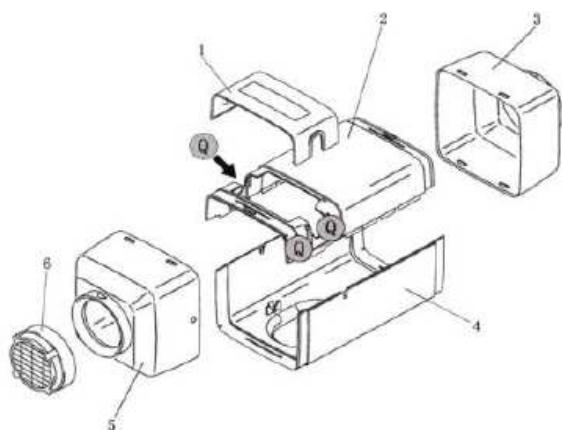
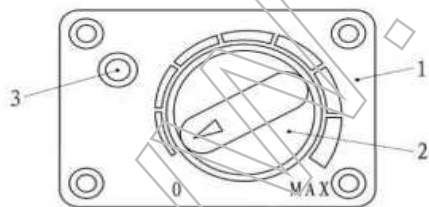
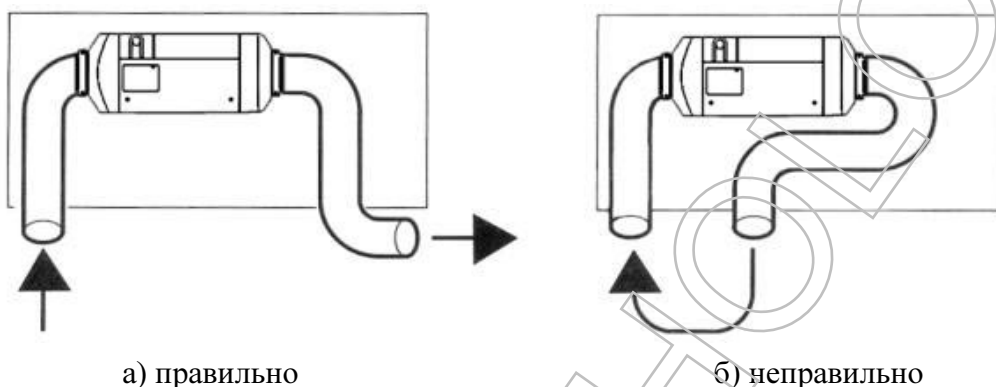

Рис. 4
Рис. 6
Рис. 11
Структура кожуха представлена на Рис.4. Он состоит из верхней крышки 2 (крышка распределительной коробки 1 может быть зафиксирована на отверстии в верхней крышке), нижней крышки 4, крышки на входе воздуха 6, крышки на входе потока воздуха в печь 5 и крышки на выходе горячего воздуха 3. Эти компоненты формируют канал прохождения воздуха. Крыльчатка вентилятора (Рис.6 -3) осуществляет забор холодного воздуха. Воздух нагревается теплообменником и выдувается наружу.
Выключатель представлен на Рис. 6. Ручка управления выключателя используется для выполнения следующих операций: включения и выключения печи, снятия блокировки печи, произошедшей в результате возникших неисправностей, и переключения между режимами работы с постоянной температурой и постоянной мощностью при помощи кнопки переключения режимов.
4.3.6 В случае внутренней установки печи необходимо принять меры чтобы избежать опадания горячего воздуха с выхода на входной порт печи (как показано на Рис. 11). Если в этом режиме входная труба не подсоединяется, то на входе печи должна быть установлена крышка с сеткой (Рис. 4 -6). Воздух на вход печи должен поступать из холодных мест салона, таких как места под креслами или задним диваном.